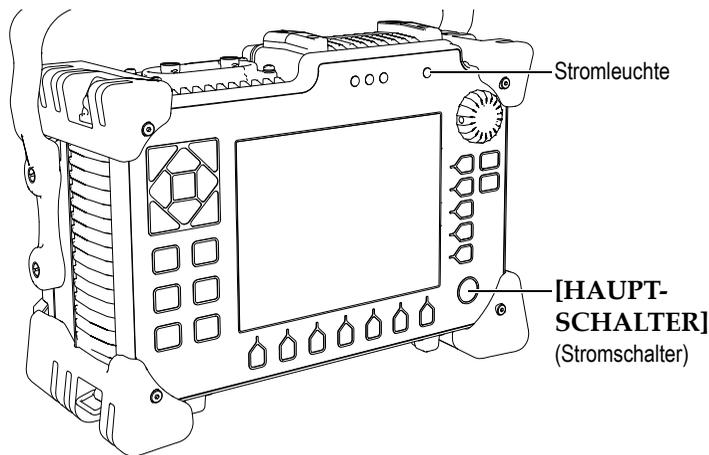

Abbildung 2-1 Lage von Hauptschalter und Stromleuchte auf dem EPOCH 1000
In Abbildung 2-1 auf Seite 40 wird die Lage des Stromschalters und der Stromleuchte gezeigt.
4. Das EPOCH 1000 durch Druck auf die Stromtaste auf dem vorderen Bedienfeld einstellen (siehe Abbildung 2-1 auf Seite 40).
Die Stromleuchte auf dem vorderen Bedienfeld leuchtet auf (siehe Abbildung 2-1 auf Seite 40).